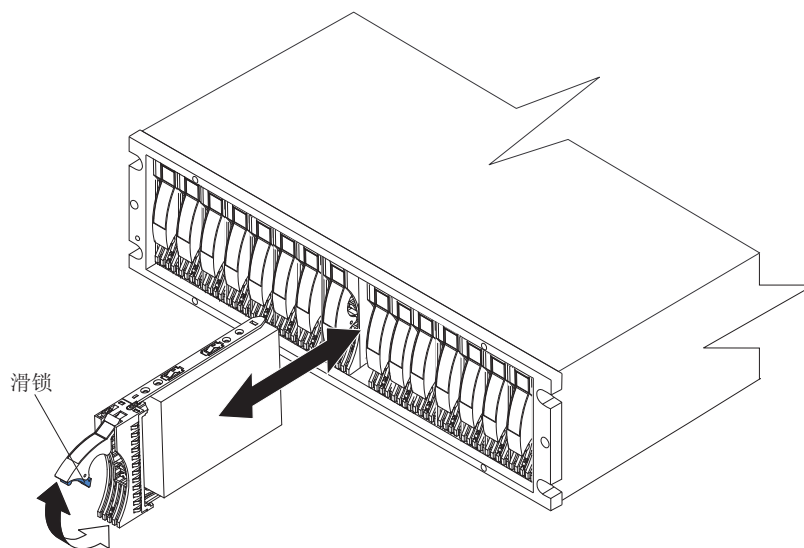

图 23. 重新安装 E-DDM
1. 提起把手将 E-DDM CRU 轻轻推入空托架中，直到托盘把手的铰链在存储子系统的挡板下锁住，如第 42 页的图 23 中所示。